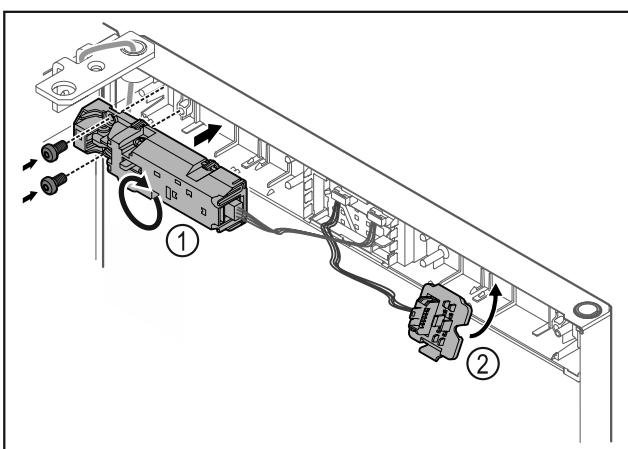

Fig. 19
- Okrenite daljinsku bravu Fig. 19 (1) za 180° i pričvrstite je na suprotnu stranu.
► Uglavite držač utikača Fig. 19 (2) na suprotnu stranu.